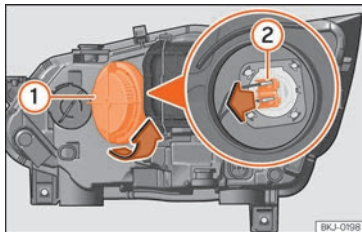

Abb. 101 Im Motorraum: Glühlampe Fernlicht.
- Drehen Sie die Abdeckung **1** nach links und nehmen Sie sie heraus » Abb. 101.